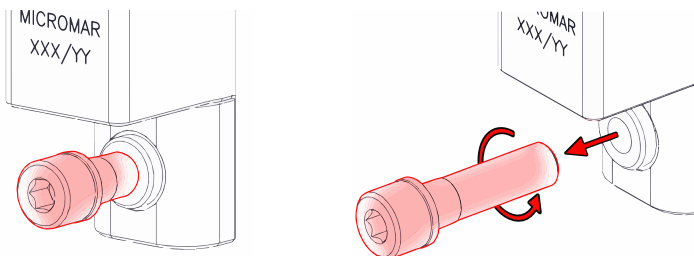

Figura 16
2. Inserte las Barras de Extensión, cada una en su posición, en la parte interna del Aro (figura 16);